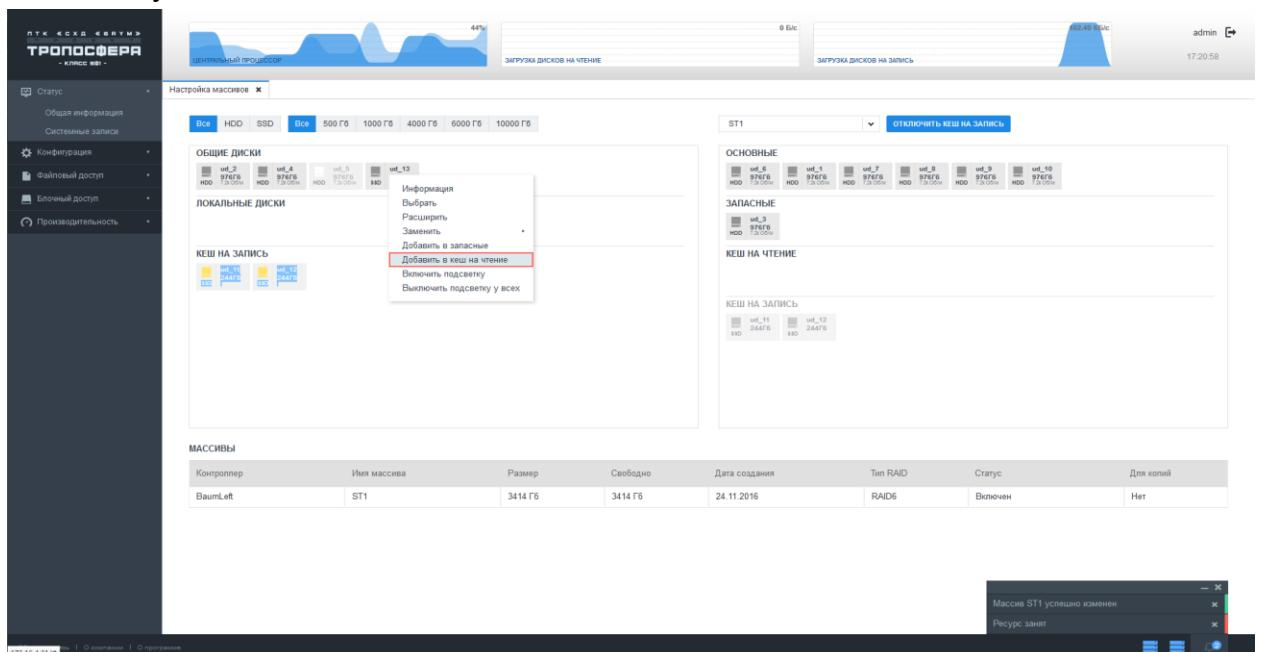

Рисунок 32 - Добавление в массив кэша на чтение
- 3) Из области «Общие диски» или «Локальные диски» выбрать диск, который будет являться кэшем на чтение, и перетащить его в область «Кэш на чтение». Также можно во всплывающем, по щелчку правой кнопкой мыши, меню выбрать пункт «Добавить в кэш на чтение» (см. Рисунок 32).